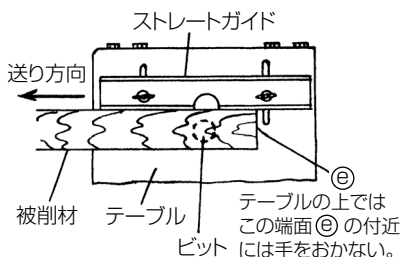

図 49
- テーブルの上では被削材の端面 ㉓ の付近には手をおかないでください。（図 49）